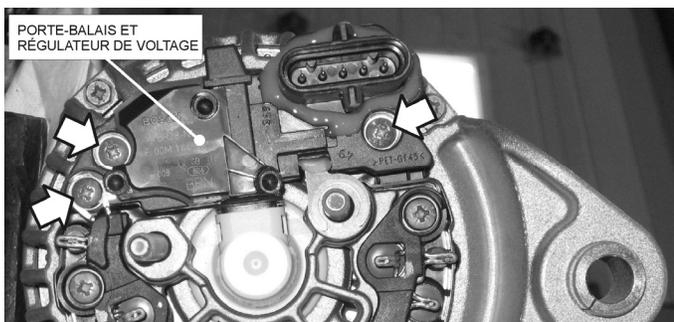

FIGURE 3
- Installer le nouveau porte-balais et serrer les vis (figure 3).